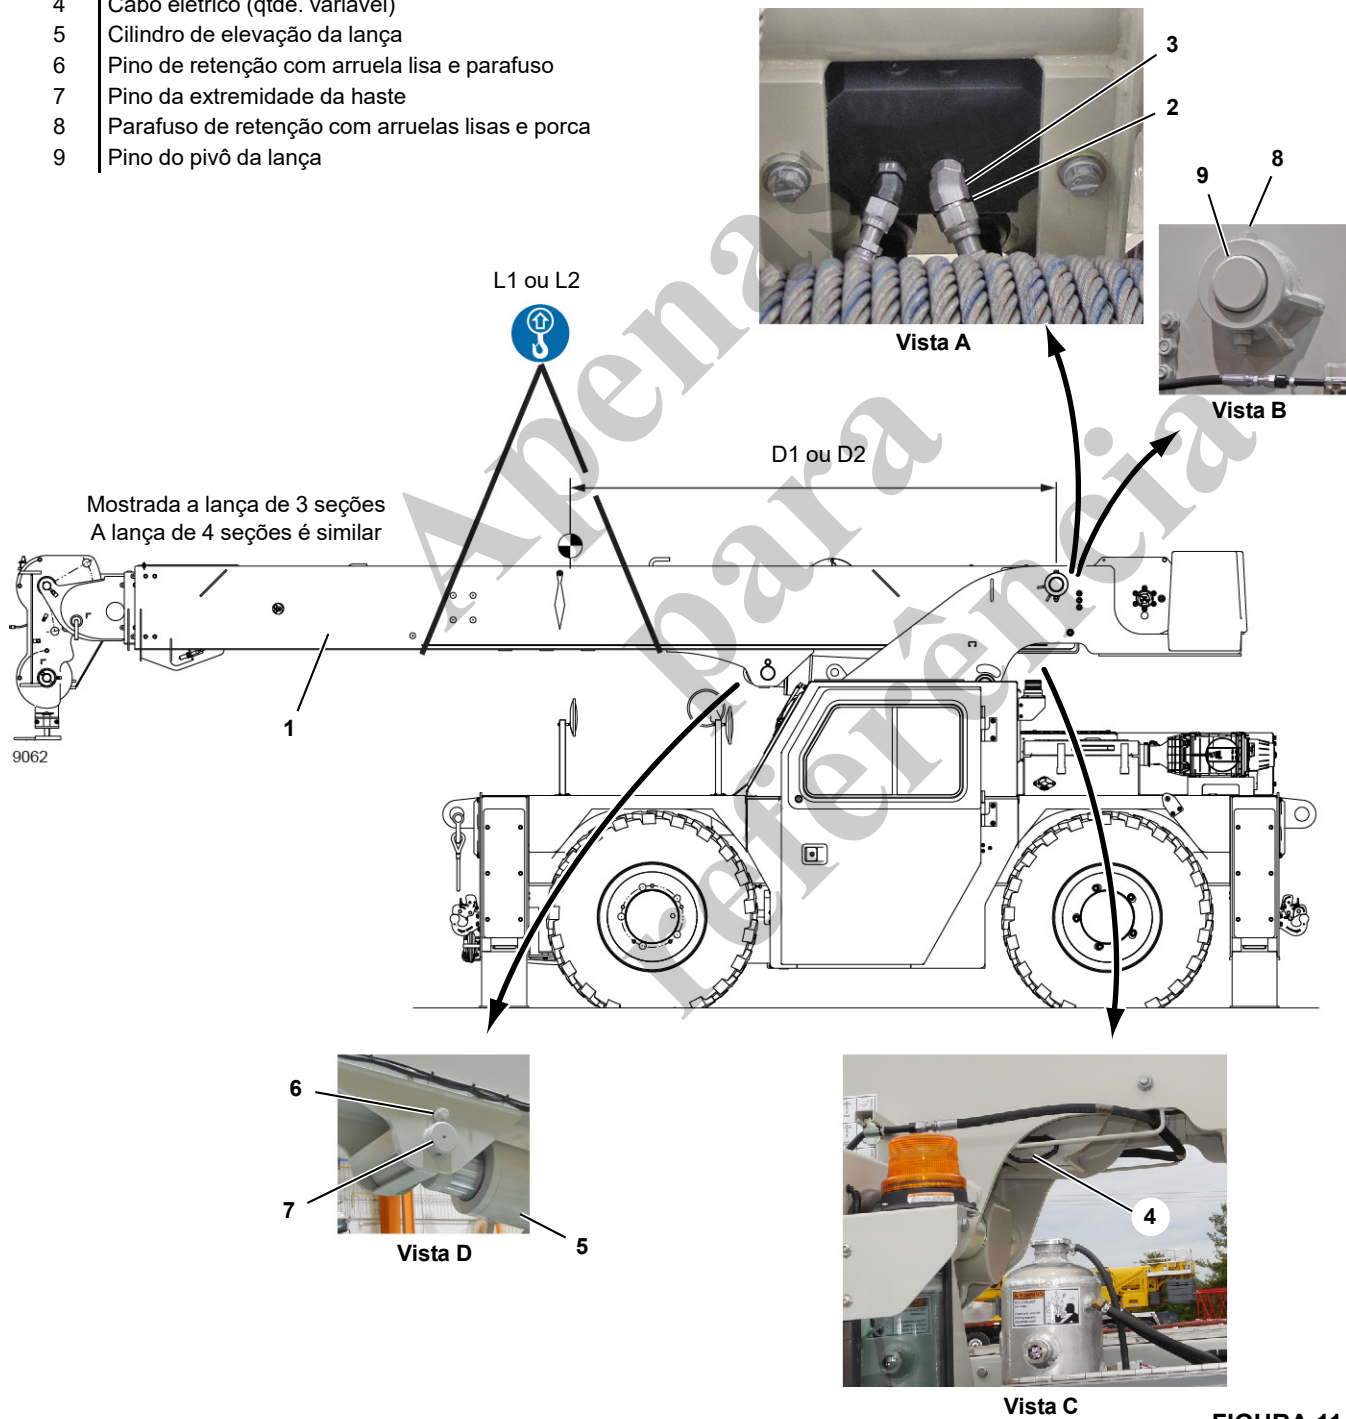

FIGURA 11-2
- Um guindaste auxiliar ou ponte rolante capaz de suportar a carga (L1 ou L2) especificada na Figura 11-2
Consulte a Figura 11-2 para este procedimento.